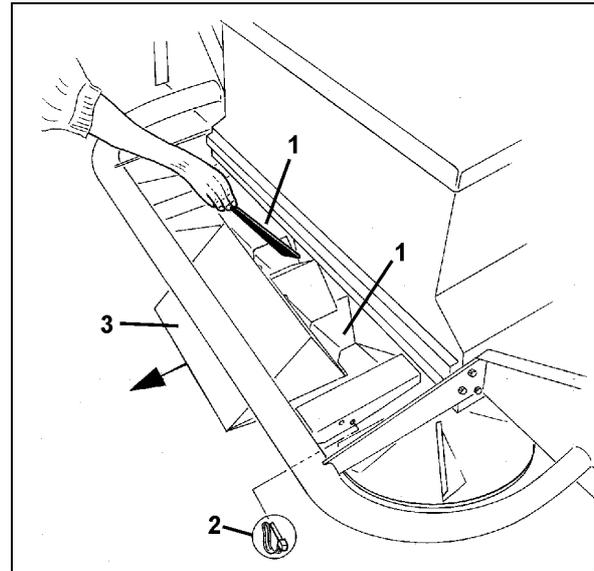

Рис. 73
Для использования направляющего дышла откройте шаровой кран (Рис. 73/2) на гидравлическом цилиндре (положение А)!
Распределяемый материал может застрять в спускном лотке бункера и зажать выпускные отверстия (Рис. 73/1). Оптимальная картина распределения достигается только тогда, когда оба выпускных отверстия чистые. Поэтому оба выпускных отверстия необходимо всегда проверять перед эксплуатацией высокопроизводительного распределителя удобрений, и, при необходимости, чистить следующим образом:
1. Уберите два фиксирующих пальца с пружинной защелкой (Рис. 73/2) и отодвиньте спускной лоток бункера (Рис. 73/3) настолько, чтобы были видны выпускные отверстия (Рис. 73/1).
3. Отодвиньте спускной лоток бункера назад, закрепите двумя фиксирующими пальцами с пружинной защелкой (Рис. 73/2).